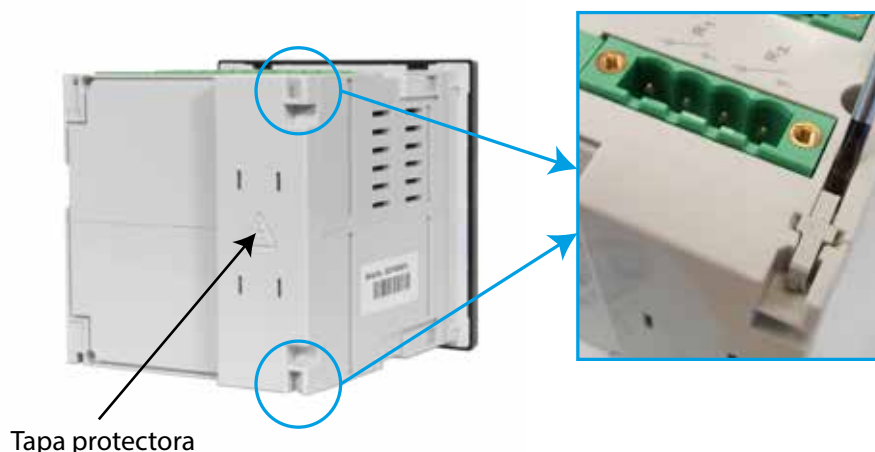

Figura 317: Retirar los 2 clips de sujeción.
**A.-** Retirar los 2 clips de sujeción que aguantan la tapa protectora, mediante un destornillador de punta plana, **Figura 317**.